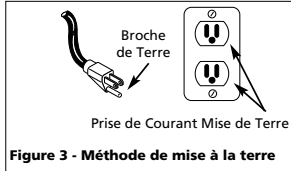

Figure 3 - Méthode de mise à la terre
1. Ce produit est conçu pour l'utilisation d'un circuit de 120 volts et a une fiche de mise à la terre comme celle indiquée sur la Fig. 3. S'assurer que le modèle soit branché à une prise de courant qui a la même configuration que la fiche. Ce produit doit être mis à la terre. Dans l'événement d'un court-circuit, la mise à la terre diminue le risque de secousse électrique en fournissant un fil d'échappement pour le courant électrique. Ce produit est équipé d'un cordon qui a un fil de terre avec une fiche de terre. La fiche doit être branchée dans une prise de courant qui